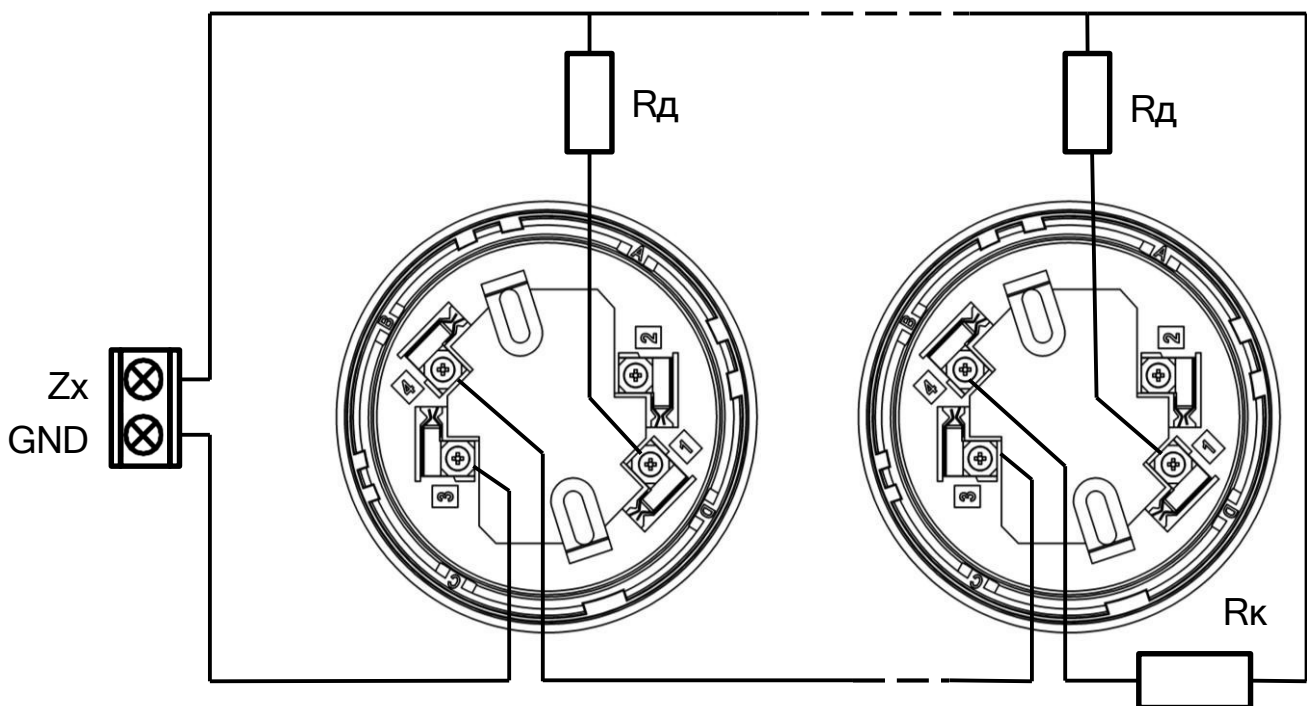

Рисунок 5.1 - Підключення автоматичних сповіщувачів*
5.3.2.1 Підключення ручних сповіщувачів до ППКП аналогічне підключенню автоматичних сповіщувачів (рис. 5.1). При підключенні слід використовувати маркування клем, вказане в експлуатаційних документах на ручні сповіщувачі.